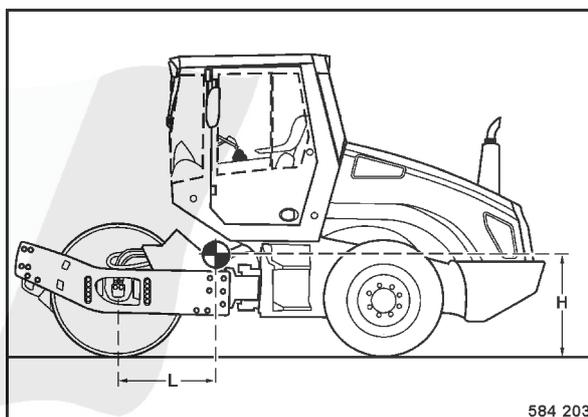

fig. 121
- Position du centre de gravité (fig. 121).